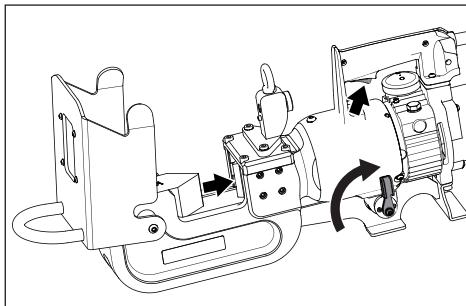

Abbildung 8, Kolben einfahren
- Drücken Sie bei Richtungshebel in Position 2 den Abzugshebel, und halten Sie diesen gedrückt, um den Kolben einzufahren und das bewegliche Messer nach hinten zu bewegen. Siehe Abbildung 8.
Stellen Sie vor dem Positionieren der Kette im Schneidkopf stets sicher, dass sich der Kolben und das bewegliche Messer in der „Ausgangsposition“ (vollständig zurückgezogen) befinden. Siehe Abbildung 8.
3. Stellen Sie sicher, dass sich der Kolben in der „Ausgangsposition“ (völlig zurückgezogen) befindet. Siehe Abbildung 8.